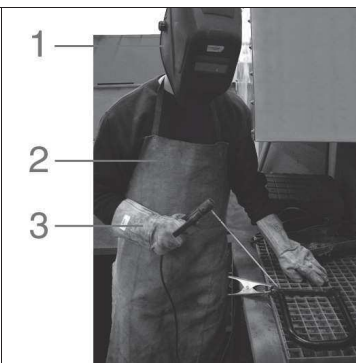

Abb. 6
- Schützen Sie sich mit der vorgeschriebenen Kleidung (siehe Abb. 6)